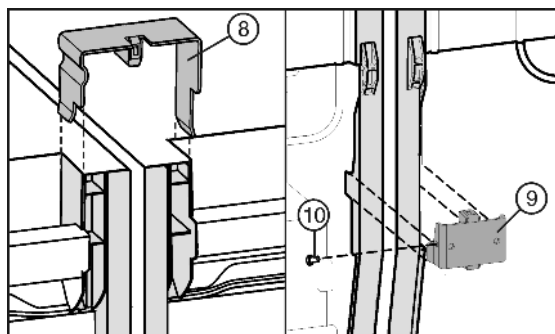

Fig. 7
- Infilare la staffa di collegamento Fig. 7 (8) in alto sulle pareti laterali centrali.
- Inserire il raccordo Fig. 7 (9) in basso nell'apposito incavo.
- Se il raccordo non è ben fisso in sede, montare la vite Fig. 7 (10).